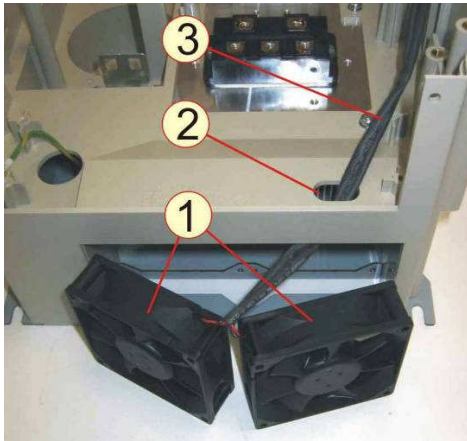

Рис.7.21
**7.12.1** Взять два вентилятора 1, расположить их рядом крыльчатками к себе, при этом кабели 3 вентиляторов должны находиться вверху, свить кабели вместе и продеть их в отверстие 2 корпуса (рис.7.21).